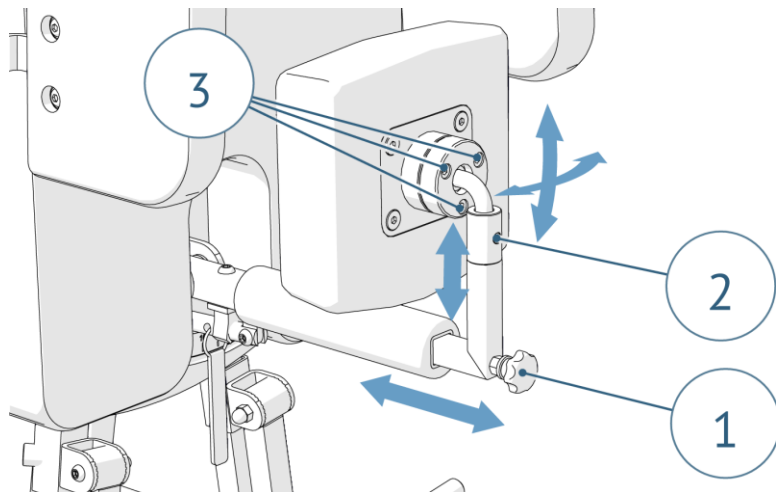

Рисунок 6. Регулировка упора для таза
Для регулировки продольного положения упора для таза отверните рукоятку (1) и установив нужное положение, плотно затяните рукоятку (1) (**рис.6**). Максимально допустимое положение выдвижения упора обозначено меткой «MAX».